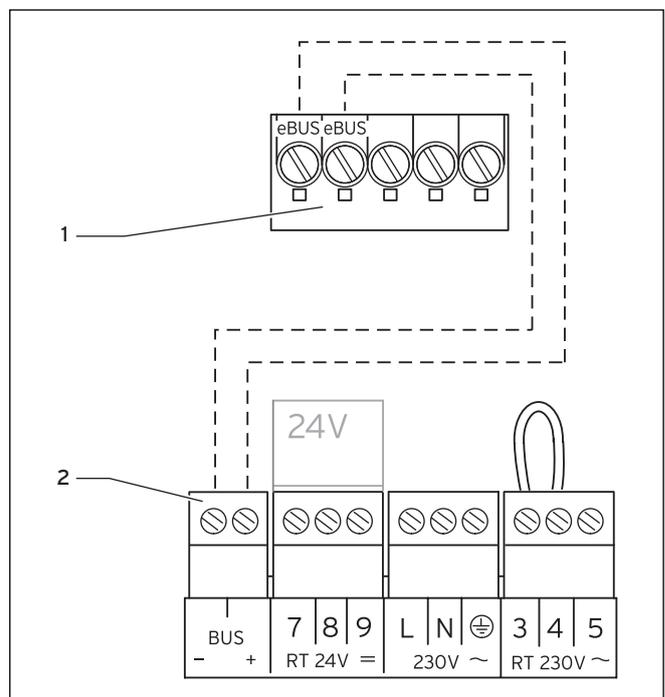

Abb. 5.3 Regler anschließen
- Schließen Sie das Anschlusskabel an die Klemmleiste des Außenfühlers entsprechend an (→ **Abb. 5.3**).
- Schließen Sie das Anschlusskabel an den 6-poligen Randstecker an (→ **Abb. 5.3**).